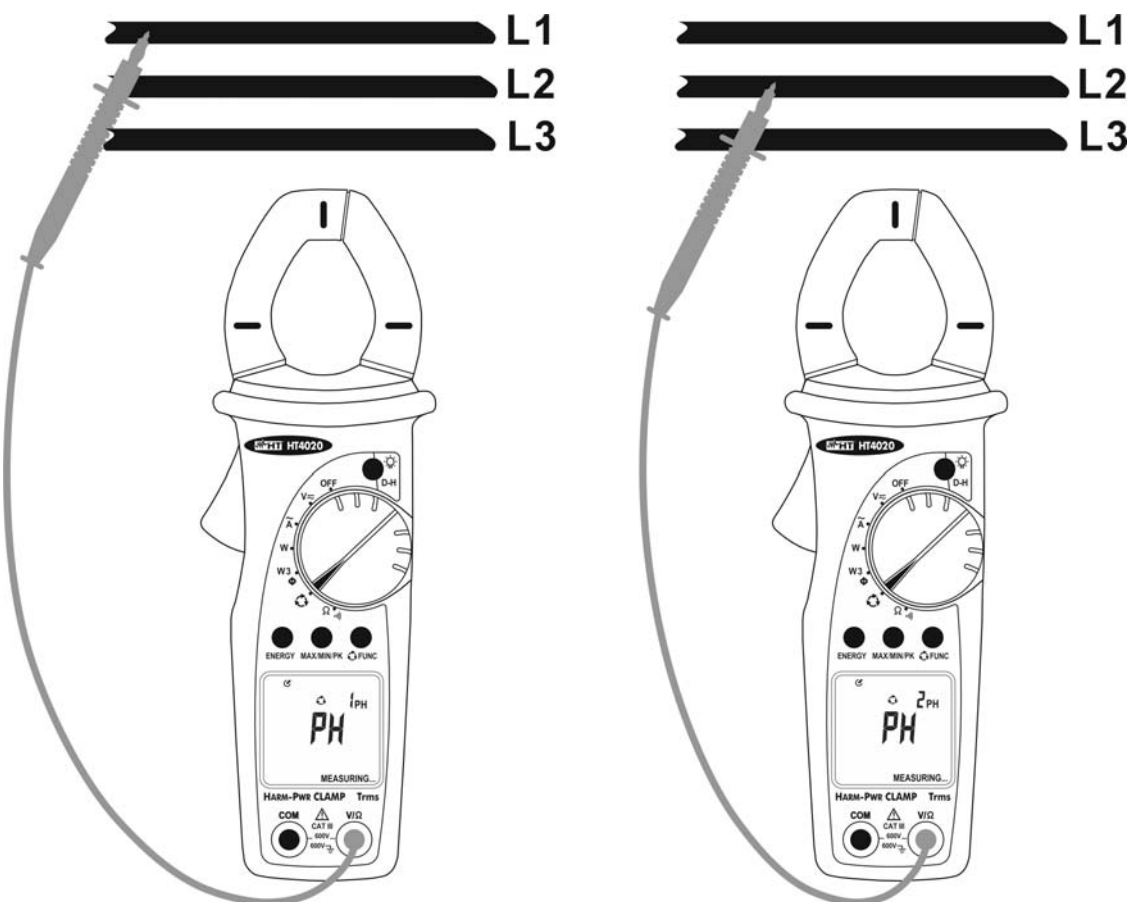

Fig. 13 : Détection de la séquence des phases à 1 terminal
- Connecter l'embout rouge à la phase L1 (voir Fig. 13 – partie gauche). Autrement, utiliser le pratique capuchon en caoutchouc pour loger l'embout rouge
- Au bout d'une seconde environ, l'instrument affiche le symbole « **MEASURING** » pour indiquer qu'il est prêt à effectuer la première mesure (voir Fig. 13 – partie gauche)
8. Positionner l'embout sur la phase L2 (voir Fig. 13 – partie droite)